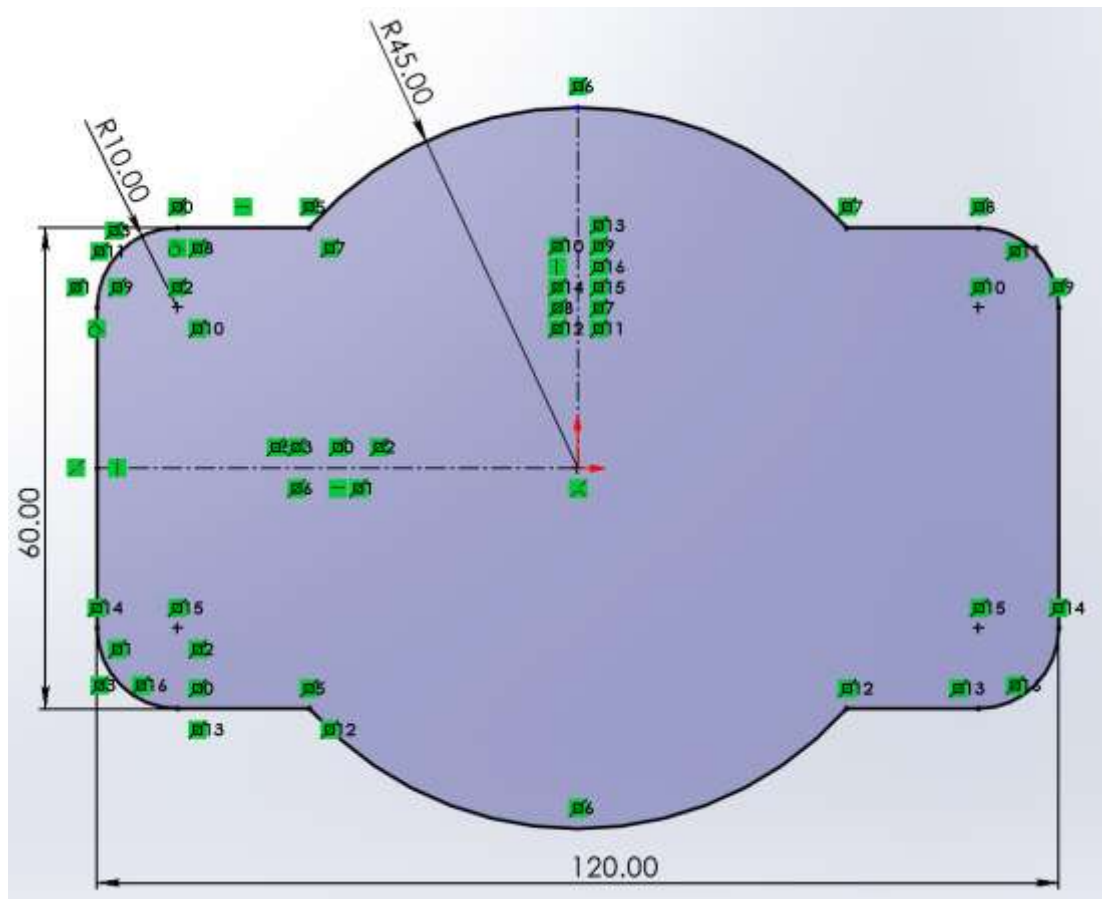

Рисунок 4.58 – Побудова основного ескіза тривимірної моделі
3. Для побудови ескіза використаємо кнопки на панелі Sketch та будуємо контур деталі (рисунок 4.58). Ескіз накреслено згідно з завданням. Використано кнопки Line, Centerline, Smart Dimension та Add Relation: Horizontal, Vertical, Tangent, Midpoint, Coincident, Symmetric. Завершити побудову ескіза натисканням кнопки Exit Sketch.